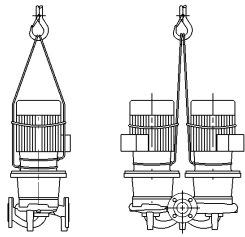

Fig. 3: Applicazione delle funi di trasporto
- Gli occhioni per il trasporto sul motore servono solo per introdurre le cinghie del dispositivo di sollevamento (fig. 3).